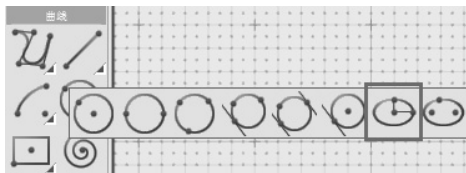

图 5-24 “椭圆”工具
1) 激活前视图，找到“椭圆”工具：椭圆（圆心，轴 1，轴 2），如图 5-24 所示。